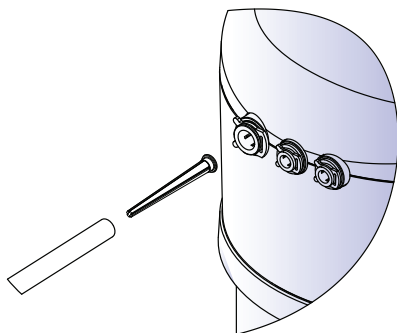

Рис. 6
## Установка щелевой вставки\*\* (рис. 6)
- Установите щелевую вставку в трубку 3/8" (9,5 мм) как указано на рис. 6 и подсоедините данный конец трубки к водоочистителю.
- Извлеките щелевую вставку из трубки (рис. 6, стр. 6).